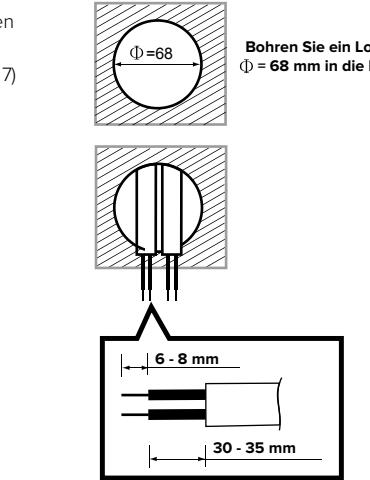

ABB. 8
1. Bohren Sie ein Loch mit einem Durchmesser von 68 mm in die Decke und ziehen Sie die Kabel durch das Loch heraus. Abisolieren Sie die Verkabelung auf 6 - 8 mm (siehe ABB. 8).